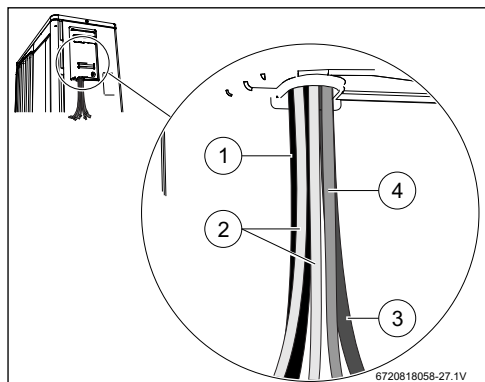

Fig. 41 Faire passer les câbles de sonde et de communication par le couvercle de protection
- ▶ Poser les câbles comme indiqué dans la figure 41. Poser les câbles de sondes [2] et les câbles de communication [4] sur le câble de réseau [1] et le câble de connexion avec le ballon [3].